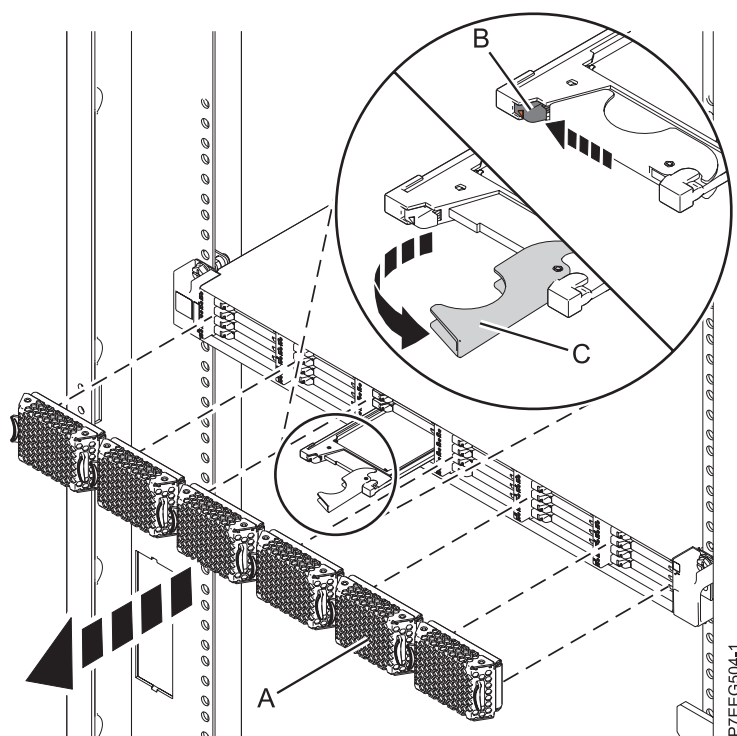

Figura 38. Extracció de la unitat d'estat sòlid des de Allotjament d'emmagatzematge EDR1 PCIe
4. Quan el LED d'identificació d'unitat d'estat sòlid es torni sòlid, desplaceu el pestell d'alliberació (B) amb compte per tal de desbloquejar la nansa de la unitat. Consulteu Figura 38.
5. Agafeu la nansa (C) i feu sortir parcialment la unitat de la ranura.